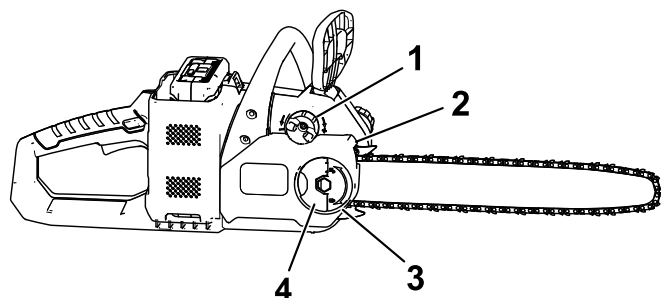

Figure 29
5. Vissez l'écrou à oreilles jusqu'à ce qu'il soit bien serré, puis repliez la languette (Figure 29).
2. Dépliez la languette de l'écrou à oreilles qui fixe le couvercle (Figure 29), et retirez l'écrou.
3. Détendez la chaîne en tournant la vis de tension dans le sens antihoraire (Figure 29).